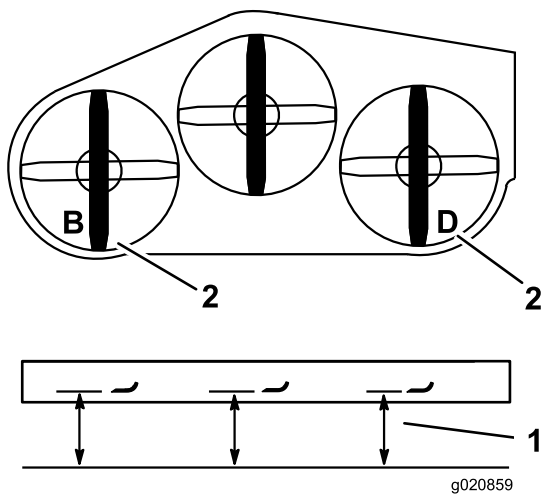

Figure 83
2. Mesurez et notez la distance au point **B** entre la surface plane et le tranchant de la pointe de la lame gauche (Figure 83).
3. Mesurez et notez la distance au point **D** entre la surface plane et le tranchant de la pointe de la lame droite (Figure 83).
Remarque: La mesure au point **B** doit être égale à 3 mm ($\frac{1}{8}$ po) près à la mesure au point **D** Figure 83 Si ce n'est pas le cas, passez aux opérations suivantes.